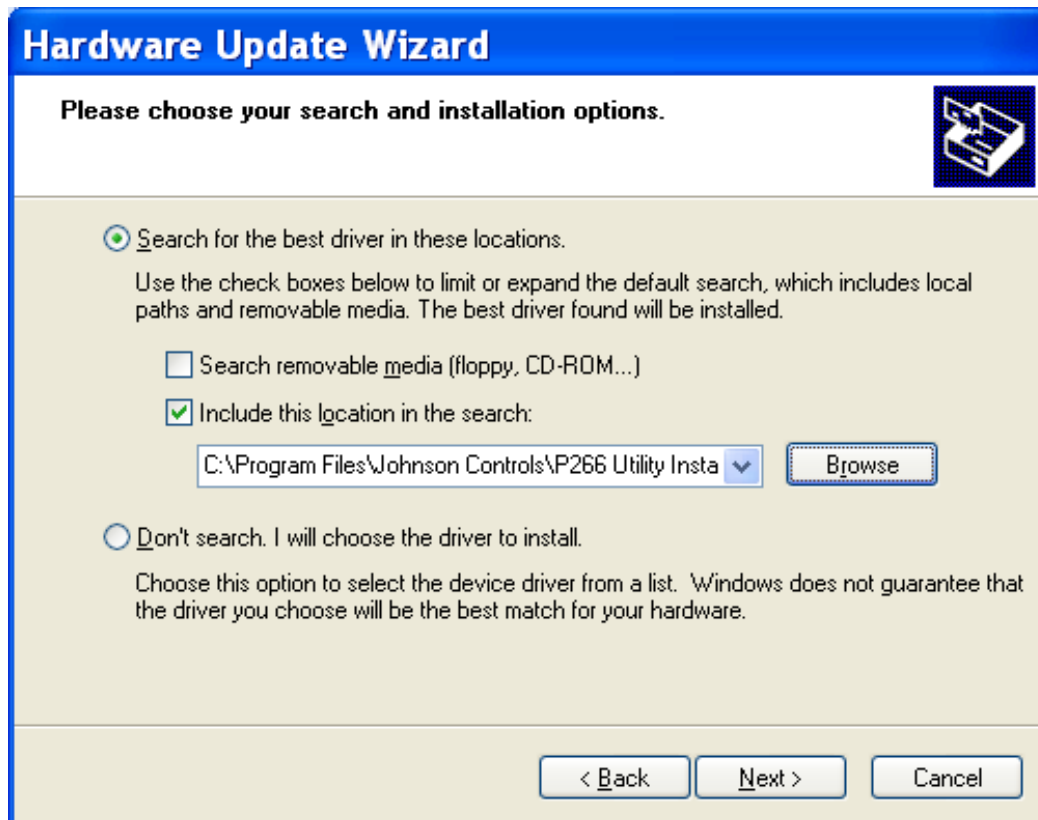

Abbildung 38: Optionen für Suche und Installation
6. An dieser Stelle sollte ein Dialogfeld, ähnlich wie in Abbildung 38 erscheinen. Im Eingabefeld erscheint jetzt das 32-Bit- oder 64-Bit-Verzeichnis, das zuvor ausgewählt wurde. Klicken Sie auf **Next** (Weiter), um fortzufahren.